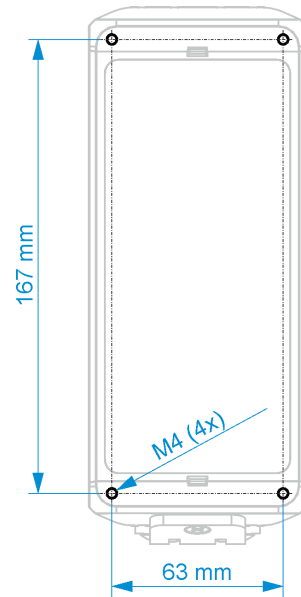

Abb. 24-1 Befestigungsbohrbilder
- Gehäuserückwand montiert auf der Montageplatte *ZMS0 176* (3 mm stark); Montageplatte angeschraubt an eine ebene Fläche (Mauer o. ä.) (Bohrbild siehe Abb. 24-1 Bild 1)
- Direkt mit der Gehäuserückwand an eine ebene Fläche (Mauer o. ä.) angeschraubt (Bohrbild siehe Abb. 24-1 Bild 2) (nur für Gehäuse S – Sondergehäuse)
3. Bei Wandmontage das jeweilige Bohrbild (siehe Abb. 24-1) an die Wand übertragen und Bohrungen vornehmen.